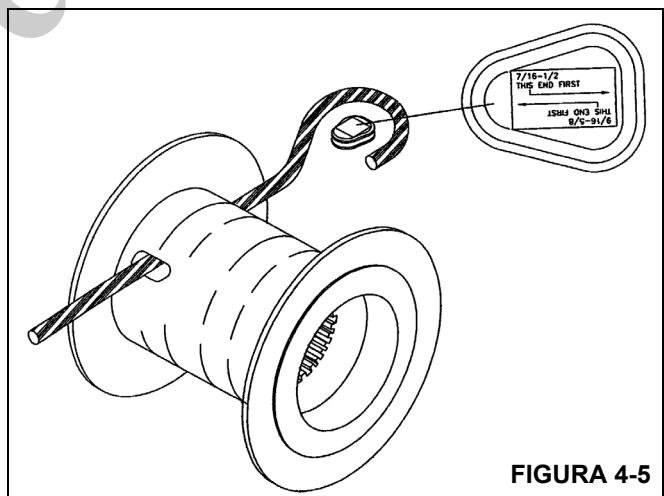

FIGURA 4-5
- Instale a extremidade do cabo no guincho usando o terminal com cunha fornecido (Figura 4-5).